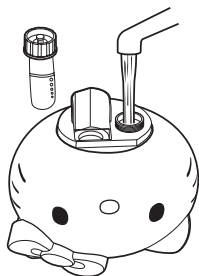

Рис. 4
- Наполняйте резервуар по мере расходования воды (рис. 4). Не забывайте 1 раз в неделю проводить процедуры по чистке прибора.